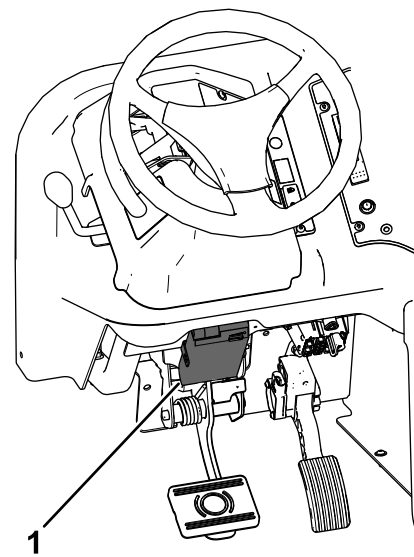

図 61
- ブレーキコントローラを、走行ペダルやブレーキペダルよりも高い位置に取り付ける **図 61**。ブレーキ能力がアタッチメントの負荷に最も合うようにコントローラを調整する。